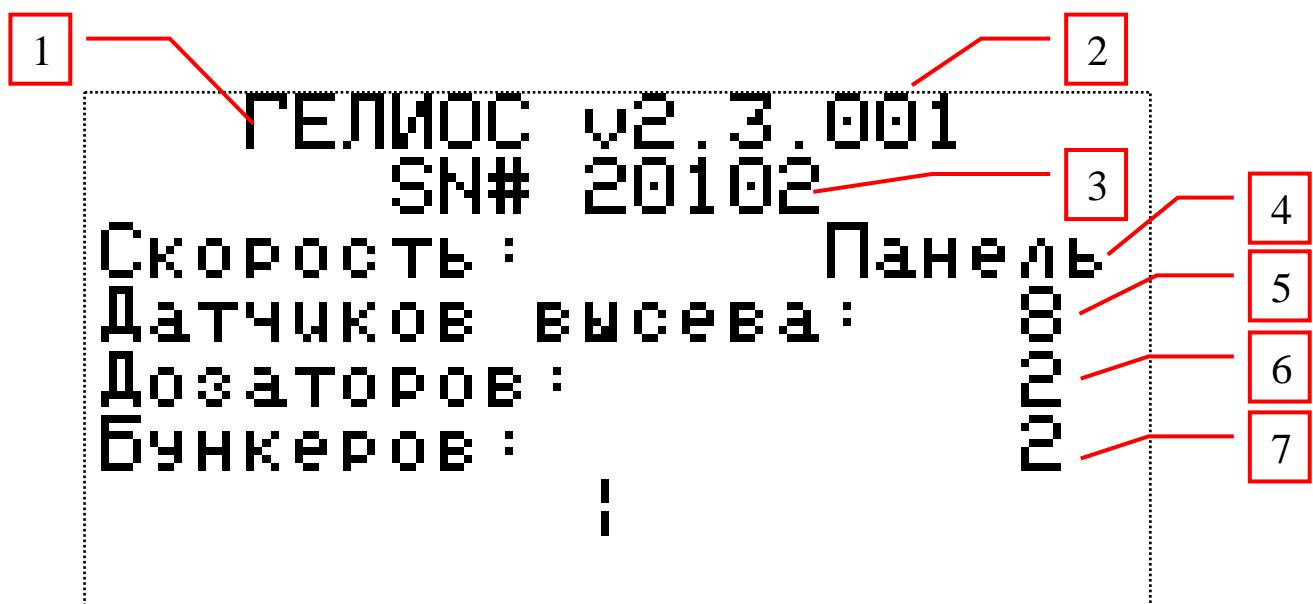

Рисунок 2 Экран конфигурации
- Экран конфигурации, см. «Рисунок 2».
После включения системы контроля высеива на экране панели оператора на несколько секунд отображается экран конфигурации (см. «Рисунок 2»), который отображает количество и тип датчиков, входящих в состав системы.